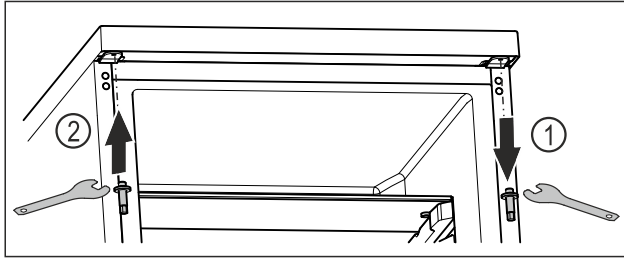

Fig. 14
- Kierrä ylemmät pultit ulos ulkokuusioavaimella. Fig. 14 (1)
- Kierrä pultit ulkokuusioavaimella kiinni vastapäiselle puolelle. Fig. 14 (2)